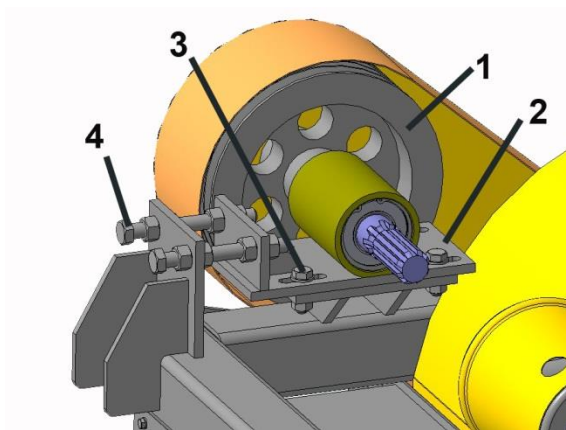

Рисунок 5 – Регулировка натяжения ременной передачи
3.4 Регулировка натяжения ременной передачи (рисунок 5) осуществляется перемещением шкива 1 с площадкой 2. Для регулировки необходимо ослабить болты крепления 3 площадки 2 к раме, и с помощью натяжных винтов 4 установить требуемое натяжение ремней (пробуксовка ремней не допускается).